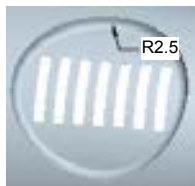

图 6.7.56 创建圆角 1
Step27. 创建图 6.7.56 所示的圆角 1。
(1) 选择下拉菜单 **插入(I)**  **倒圆角(O)...** 命令。
(2) 在模型上选择圆的内边线创建圆角; 在操控板中的圆角半径文本框中输入值 2.5, 并按 Enter 键; 单击“完成”按钮 , 完成特征的创建。